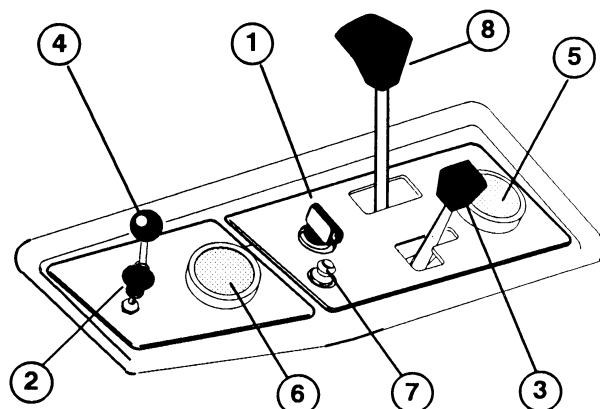

Fig. 6
**Interruttore di accensione** (Fig. 6)—L'interruttore di accensione, per l'avviamento e l'arresto del motore, ha tre posizioni: OFF, ON e START.
**Starter** (Fig. 6)—Per avviare il motore chiudere lo starter estraendo completamente la relativa leva di comando. Avviato il motore, spostare lo starter in modo da mantenere un regolare regime del motore. Non appena possibile, aprire la farfalla spingendo lo starter in posizione OFF.
**Leva del gas** (Fig. 6)—La leva del gas regola la velocità del motore. Spostandola in avanti si aumenta la velocità del motore (FAST); spostandola indietro la si rallenta (SLOW).
**Comando di lavaggio spray** (Fig. 6)—Tirare la manopola verso l'alto per attivare l'impianto di lavaggio spray del rullo. Spostare la manopola di comando verso l'alto o il basso per regolare la portata dello spray per mantenere i rulli esenti da corpi estranei.
**Contaore** (Fig. 6)—Indica il totale delle ore di funzionamento del motore. Usare il contaore per determinare gli intervalli di manutenzione e lubrificazione.
**Manometro dell'acqua** (Fig. 6)—Indica la pressione dell'acqua di alimentazione nell'impianto. Funge anche da microinterruttore di asservimento per impedire l'avviamento della pompa se la pressione dell'acqua è inferiore a 138÷193 kPa, o per arrestare la pompa se la pressione dell'acqua è inferiore a 48÷89.6 kPa. Osservare spesso il manometro per controllare la pressione dell'acqua.
**Pulsante di ripristino interruttore automatico** (Fig. 6)—Questo pulsante ripristina l'interruttore automatico in seguito alla rettifica di un guasto del circuito elettrico. Il pulsante funge anche da interruttore per interrompere la corrente dei relè.
**Leva di controllo della distanza** (Fig. 6)—Allontanando la leva dalla stegola si aumenta la velocità di aerazione e la distanza tra i fori; avvicinandola alla stegola si rallenta la velocità di aerazione e la distanza tra i fori. La registrazione è esclusa quando la macchina viene messa in posizione di trasporto.